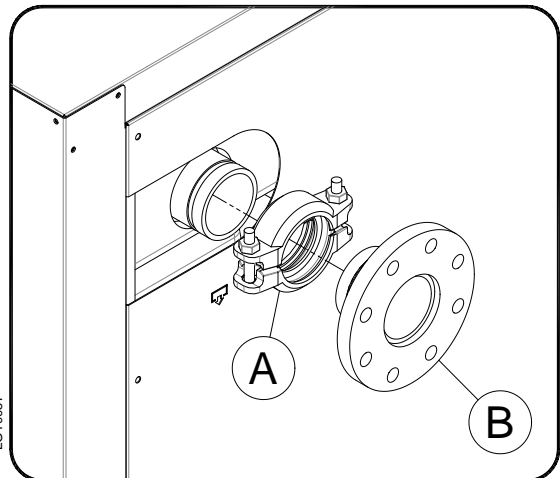

Abb.2
Flansch (B) und Victaulic® -Kupplung (A) wie in Abb. 2 montieren.